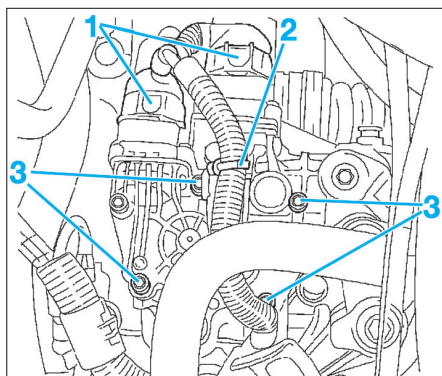

Fig. 13
- Déverrouiller puis retirer les connecteurs (1) et détacher les faisceaux (2) (Fig.13).